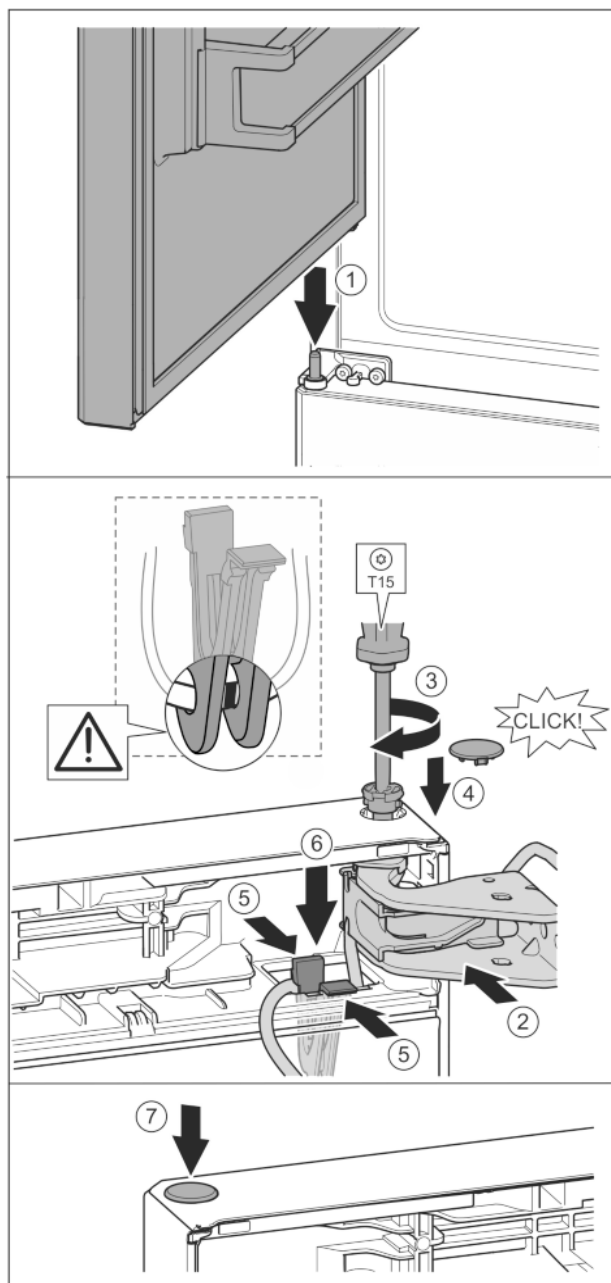

Fig. 36
- ▶ Установка верхней двери на средний опорный палец Fig. 36 (1)
- ▶ Дверь вверху выровнять по отверстию в опорном кронштейне. Fig. 36 (2)
- ▶ Вставить палец и затянуть отверткой T15. Fig. 36 (3)
- ▶ Установить предохранительную крышку для защиты двери: вставить предохранительную крышку и проверить, прилегает ли она к двери. В ином случае вставить палец полностью. Fig. 36 (4)
- ▶ Вставить держатель кабеля с закрепленным на нем кабелем в отверстие. Fig. 36 (5)
- ▶ Прижать держатель вниз так, чтобы соединительная накладка защелкнулась. Fig. 36 (6)
- ▶ Вставить заглушку. Fig. 36 (7)